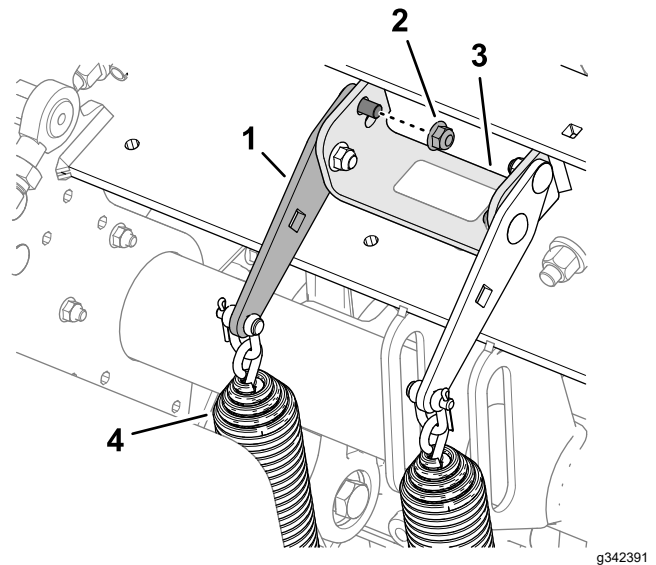

Figure 109
2. Desserrez le contre-écrou à embase avant et le boulon de carrosserie qui fixent la plaque de tension du ressort au support de la tête d'aération (Figure 109).